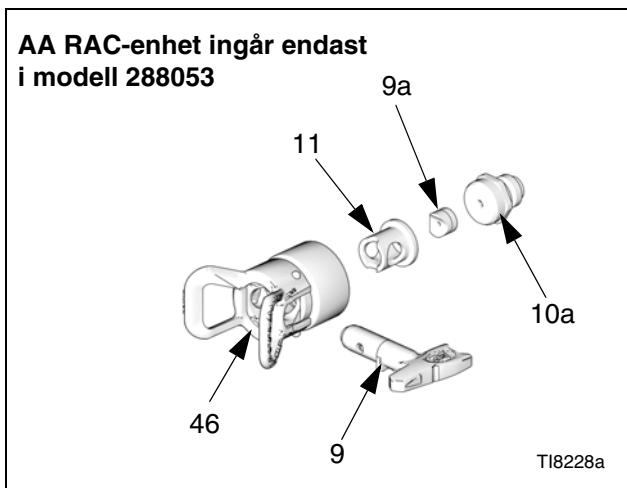

FIG. 18
Följ serviceanteckningarna i FIG. 17 och FIG. 18 vid återmontering av pistolen.
1. *Endast icke återcirkulerande pistoler:* Smörj stödringen (7†) och o-ringen (6†) och installera dem på vätskeutloppspluggen (5). Skruva i pluggen i vätskeutloppet på vätskehuset (2). Se FIG. 18.
2. *Alla pistoler:* Återmontera packningen (4) i vätskehuset (2).
3. Montera o-ringarna (22*, 23*) på kolven (20). Montera de två o-ringarna (25*, 26*) på var och en av kolvspindlarna. Smörj in alla o-ringar, kolven och kolvspindlarna.